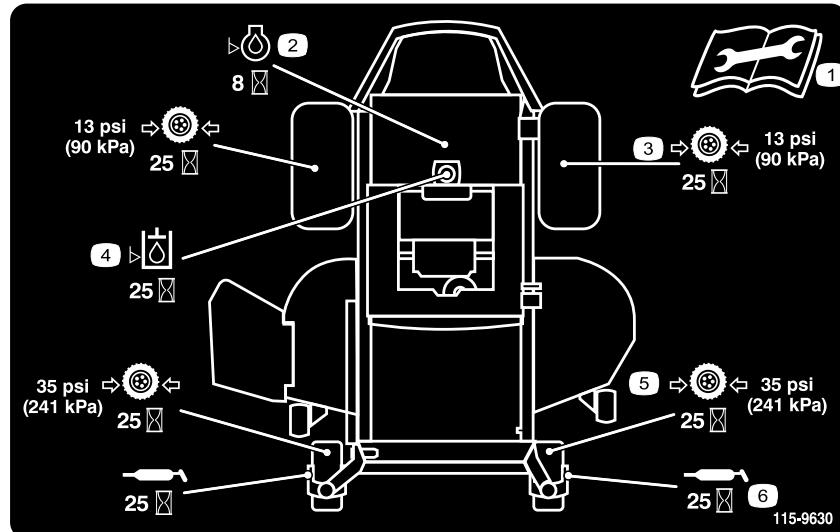

Figura 33
3. Limpie con un trapo los puntos de engrase (Figura 33 y Figura 34). Asegúrese de rascar cualquier pintura que hubiera sobre los puntos de engrase.
4. Conecte una pistola de engrasar a cada punto de engrase (Figura 34 y Figura 33). Bombee grasa hasta que empiece a rezumar grasa de los cojinetes.